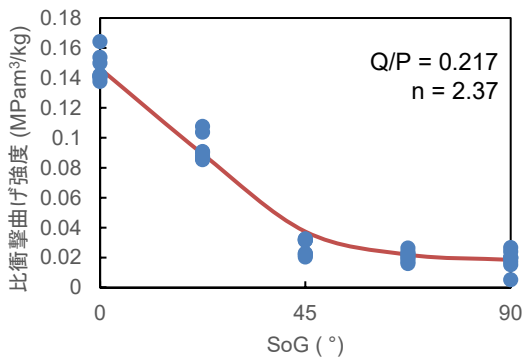

図3 ダケカンバ材のSoGの違いによる比衝撃曲げ強度
(図3, 4)。これらの計算結果をもとに式 (1) のハンキンソン式⁶⁾にフィッティングし係数 n を求めました。